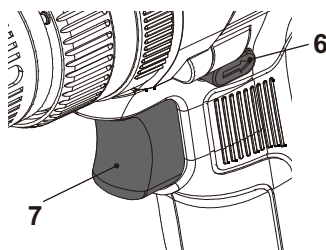

Fig. 17
- > Assegurar que o controlo da rotação para a frente / para trás (6) não está na posição de bloqueio central.
- > Ligue o produto pressionando o interruptor on/off (7) (Fig. 17).
- > Desligue o produto, premindo o interruptor de ligar/desligar (7) (Fig. 17).